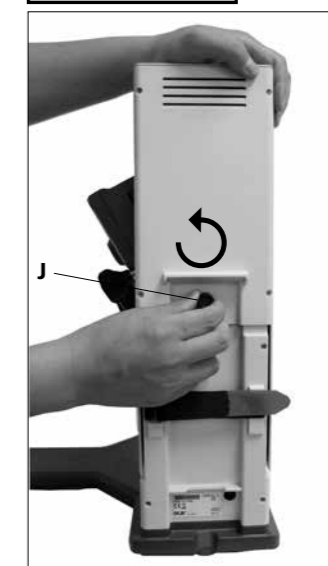

Fig. 8
2.) Desserrez la sécurité de transport. (Fig. 8)